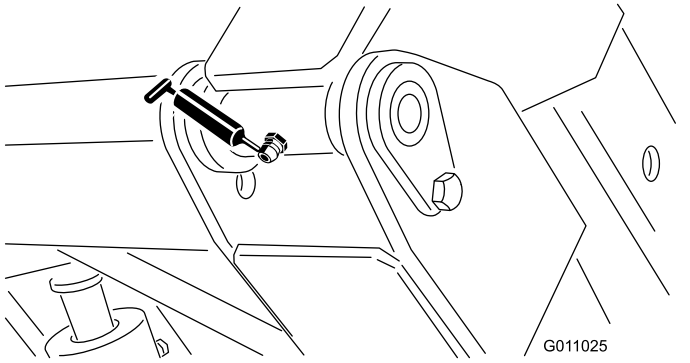

Bild 33
- Fangboxgelenk (oben) (2) (Bild 33)